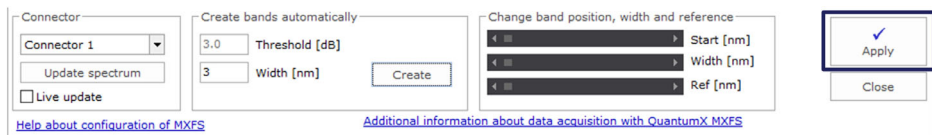

图5.13 在设备上应用定义
► 点击 Apply (应用)，将更改内容传输到设备上 (图5.13)。